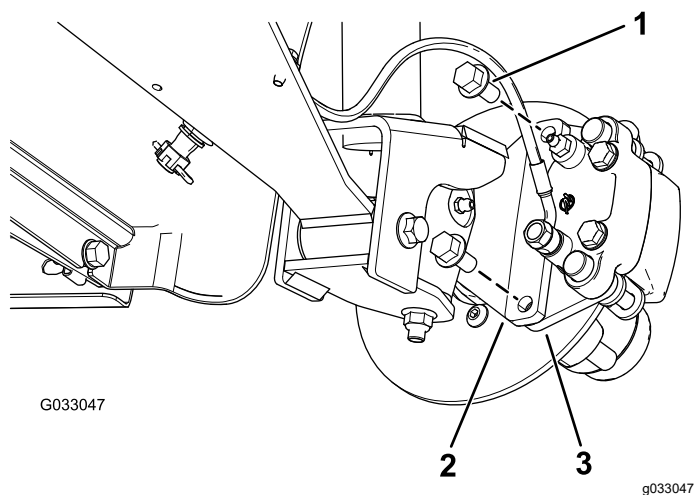
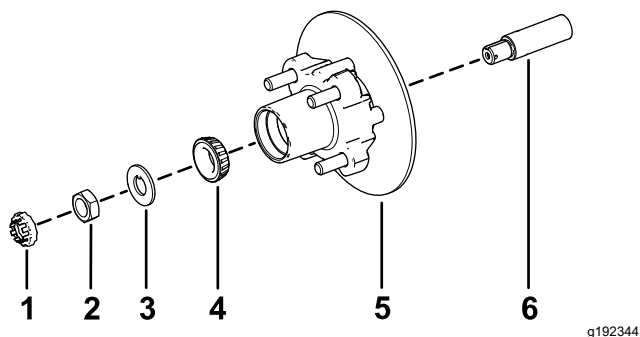

图 29
图 33
3. 卸下将制动器总成支架固定到主轴的凸缘头螺栓 $\frac{3}{8}$ x $\frac{3}{4}$ 英寸将制动器与主轴分开图29。
- 在主轴上涂上薄薄一层指定润滑脂图 33。
- 将轮毂和转子组装到带内转子的主轴上图 33。
- 将外置轴承组装到主轴上并将轴承放置到外置座圈内图 33。
- 将止动垫圈组装到主轴上图 33。
- 将主轴螺母拧到主轴上上紧螺母扭矩至 15N·m 同时旋转轮毂将轴承调整到位图 33。
- 将刹车踏板与转子的任意一侧对齐图 29 将制动盘托盘中的孔与主轴机架的制动器安装架中的孔对齐图 33。
- 用 2 个凸缘头螺栓 $\frac{3}{8} \times \frac{3}{4}$ 英寸将卡钳支架固定到主轴机架上图 29。